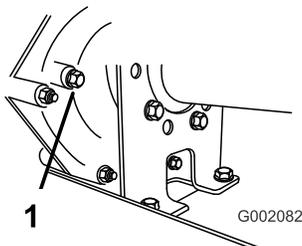

Рисунок 42
2. Выверните болт из отверстия индикации уровня жидкости (Рисунок 42).